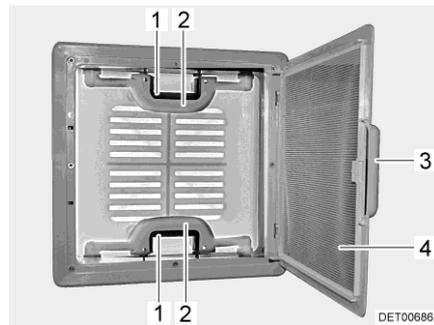

Fig. 27 Lanterneau à pousoirs
- Tirer sur la poignée (Fig. 27,3).
- Rabattre la moustiquaire (Fig. 27,4) vers le bas.
- Appuyer sur le verrou (Fig. 27,1) vers l'intérieur du lanterneau. Pousser le lanterneau simultanément vers le haut par la poignée (Fig. 27,2).
- Faire basculer la moustiquaire (Fig. 27,4) vers le haut jusqu'à ce qu'elle s'enclenche.
- Tirer fortement le lanterneau vers le bas par les deux poignées (Fig. 27,2) jusqu'à ce que les deux pousoirs (Fig. 27,1) s'encliquettent.